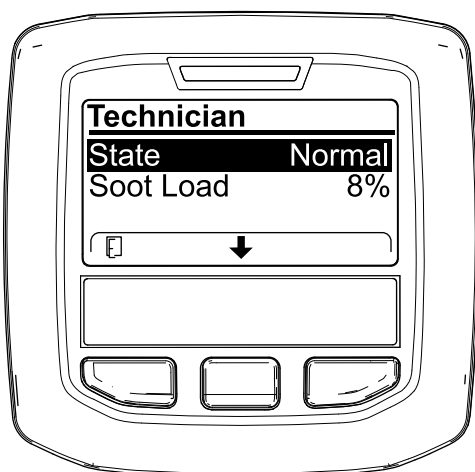

Figure 39
- Reportez-vous au tableau de fonctionnement du FAP pour comprendre l'état actuel de fonctionnement du FAP (Figure 39).